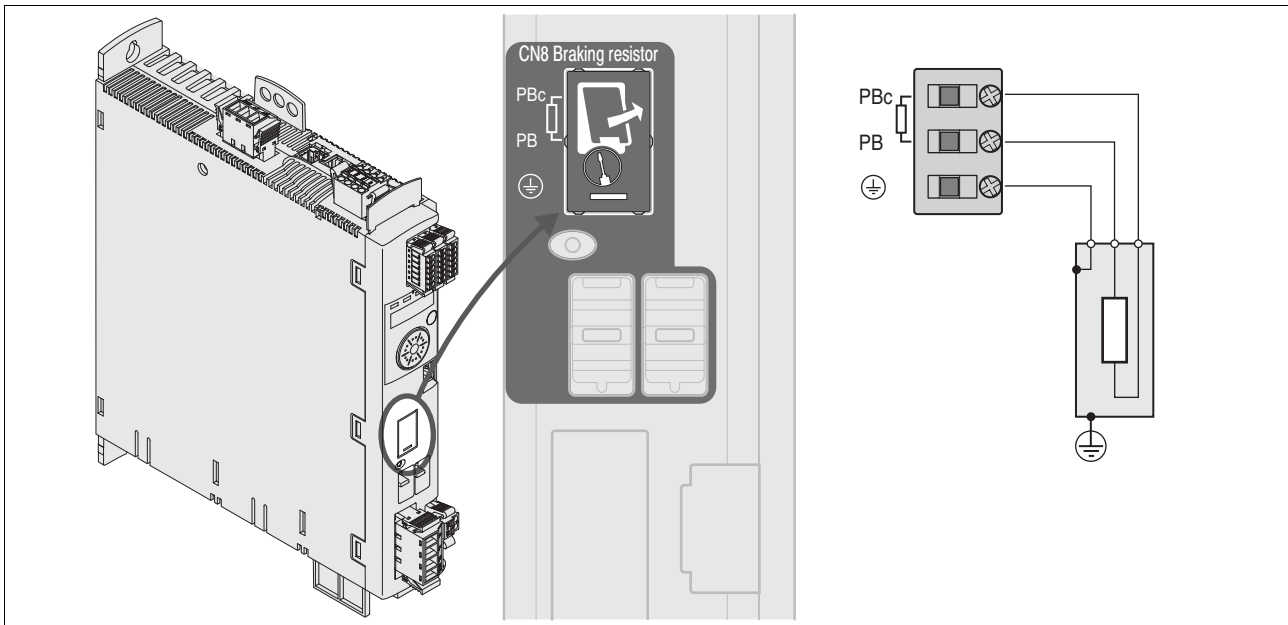

图 6.7 制动电阻接线图
- ▶ 将外部制动电阻连接在设备上，参见 图 6.7。注意接线端子螺钉的不同拧紧力矩。